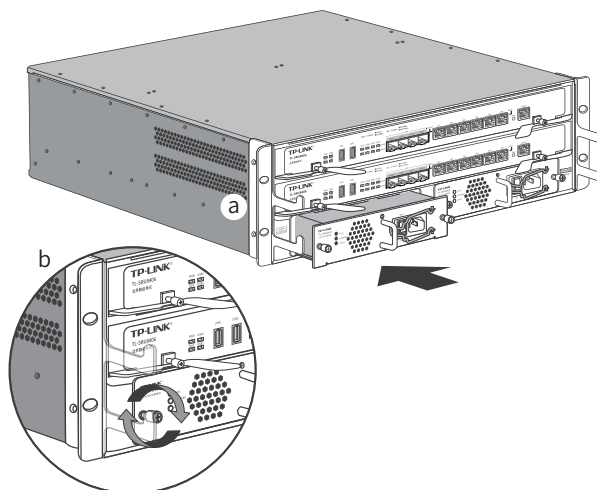

图4-4 安装电源模块示意图
- 将备用的电源模块插入路由器中，将电源模块沿插槽的导轨将电源模块水平推入，直至电源模块的面板贴紧设备。拧紧电源模块两侧的松不脱螺钉。如图4-4所示。